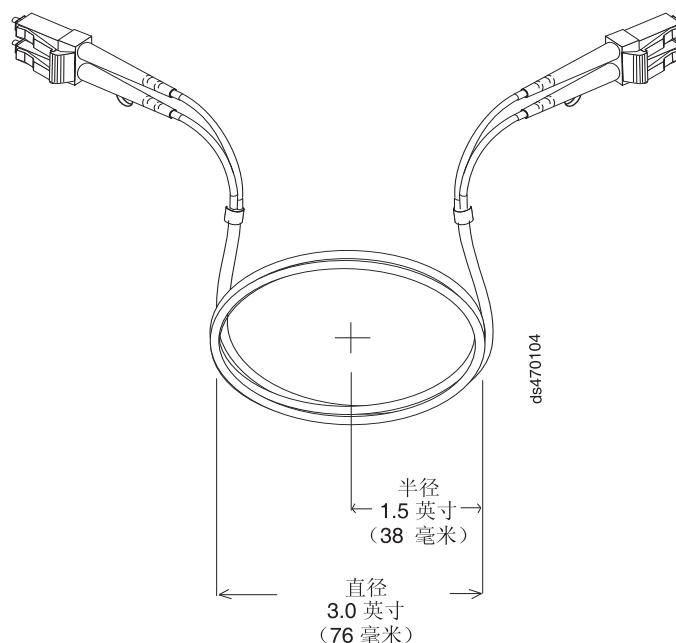

图 31. 建议的光缆弯曲和环路规格
- 在存放过长或未使用的光缆时，请勿将光缆弯曲到直径小于 76 毫米（3 英寸）或半径小于 38 毫米（1.5 英寸），也不要让光缆卷在一起。请参阅第 53 页的图 31。